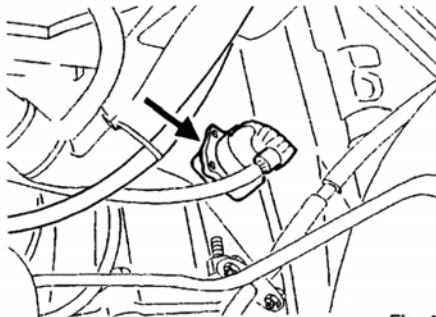

Fig. 4
- Débrancher le connecteur du capteur (Fig. 4) et mesurer la résistance.